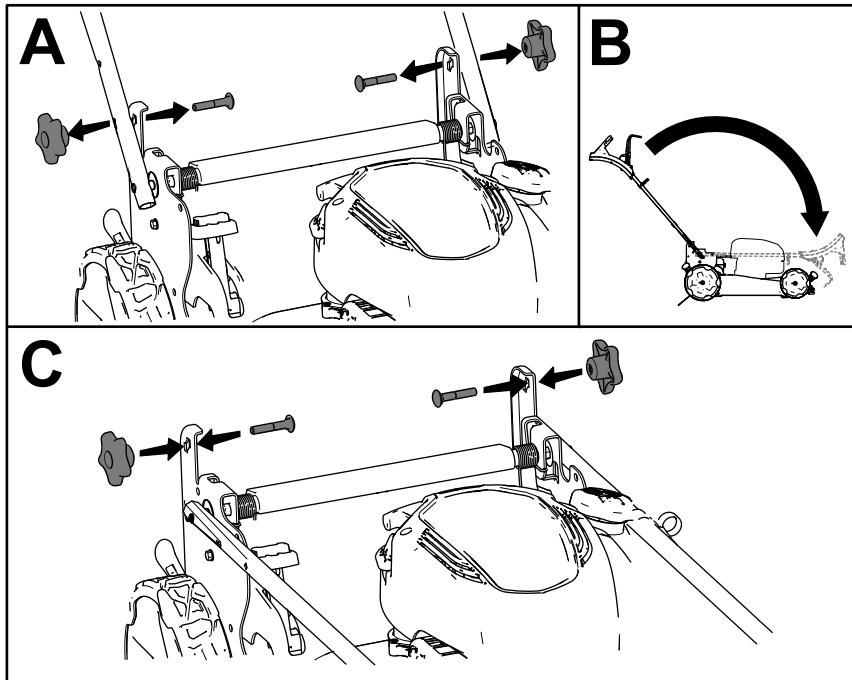

Figura 19
- Retire e guarde os dois manípulos e os dois parafusos de carroçaria dos suportes da pega (A da Figura 19).
- Dobre a pega rodando-a para a frente (B da Figura 19).
- Instale sem apertar os manípulos da pega e os parafusos de carroçaria nos suportes da pega (C da Figura 19).